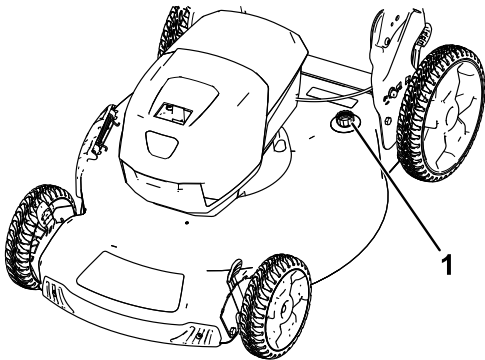

Figure 19
5. Branchez un tuyau d'arrosage, relié à une arrivée d'eau, au raccord de lavage (Figure 19).